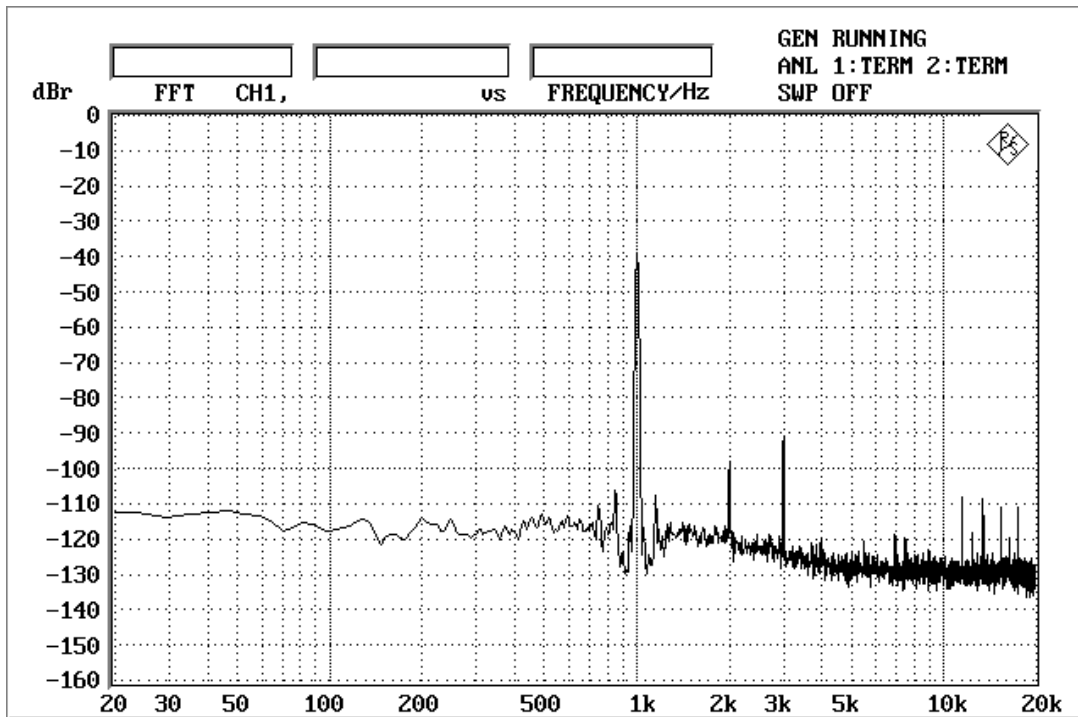

Figure 1-1-6. FFT (1kHz, 0dBFS)
- Figure 1-1-6. FFT (1kHz, 0dBFS)